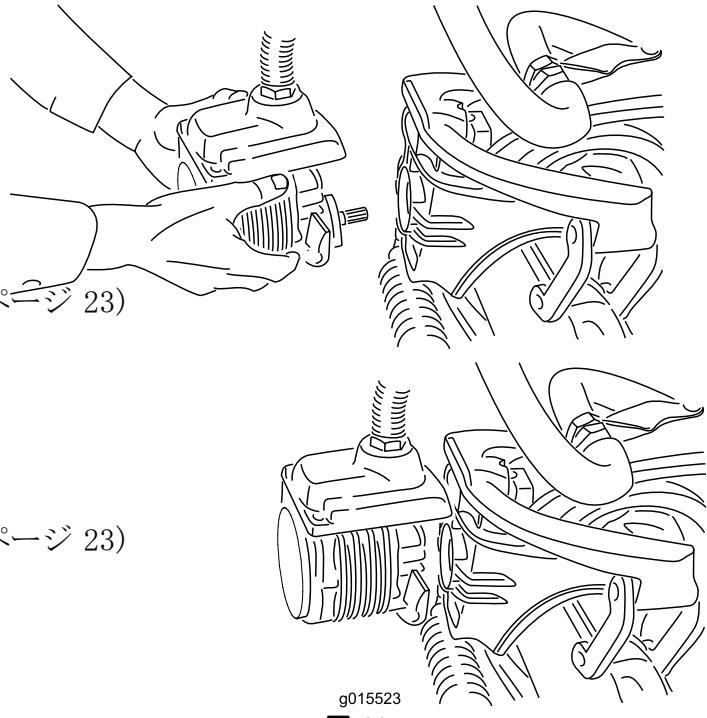

図 36
4. 外したモータは、サスペンション・アームの前部にある一時保管位置にセットしておく（図 36）。